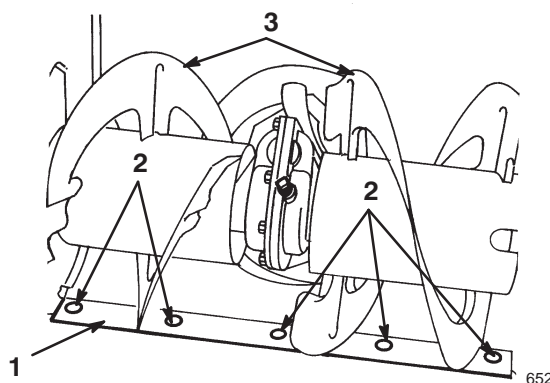

Figure 22
1. Patin (2)
2. Ecrous à bride (4)
3. Côté du carter de tarière (2)
6. Placez un support sous les lames de la tarière pour qu'elles se trouvent à 3 mm du sol (Fig. 22).
8. Pour corriger la position de la lame racleuse, desserrez les 5 vis de montage (Fig. 22), mettez la lame de niveau à la hauteur voulue et resserrez les vis.